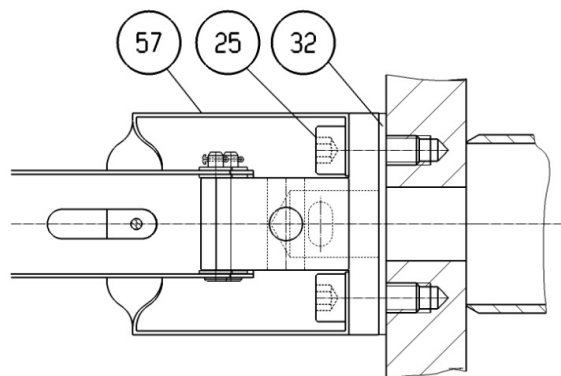

Рис. 16b
- Ослабив оба винта с внутренним шестигранником (аналогично поз. 25 на рис. 16B), можно снять и заменить блок регулирования.
- При сборке замените прокладку блока регулирования (аналогично поз. 32 на рис. 16b) и прокладку крышки, поз. 31. Затем действуйте, как описано в разд. 9.